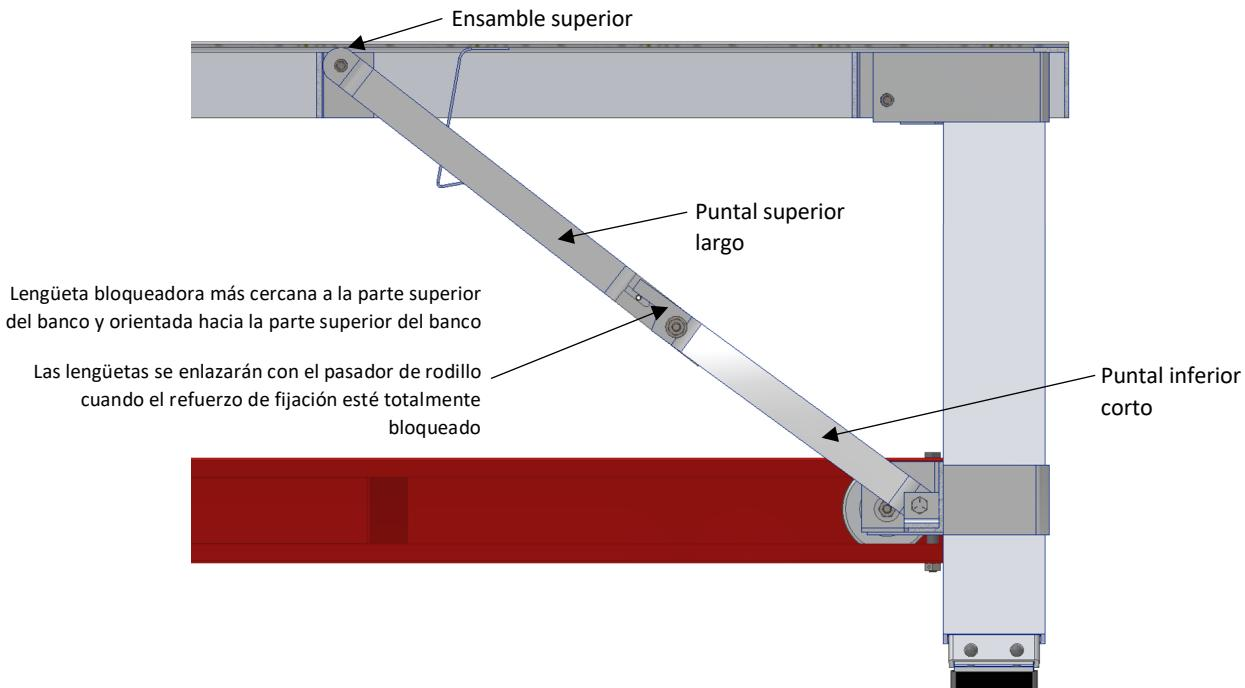

Figura 5
ADVERTENCIA: SI EL ENSAMBLE DEL REFUERZO DE FIJACIÓN NO ESTÁ CORRECTAMENTE ORIENTADO ANTES DE COMENZAR CON EL PROCESO DE INSTALACIÓN, ES POSIBLE QUE INSTALE EL REFUERZO DE FIJACIÓN AL REVÉS. OBSERVE CON ATENCIÓN LA figura 5 ANTES DE COMENZAR EL PROCESO DE INSTALACIÓN.
1. Oriente el ensamble del refuerzo de fijación como se indica en la figura 5.